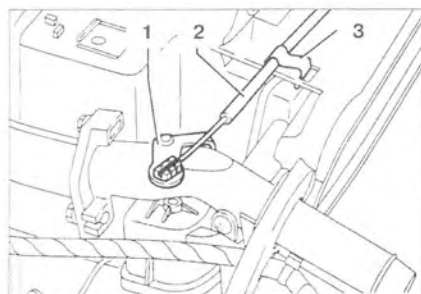

Рис. 9.63. Отсоедините фиксатор. Отцепите трос 2 от рычага 1 регулировочного клапана.
3. Отсоедините фиксатор 3. Отцепите трос 2 от рычага 1 регулировочного клапана (рис. 9.63).